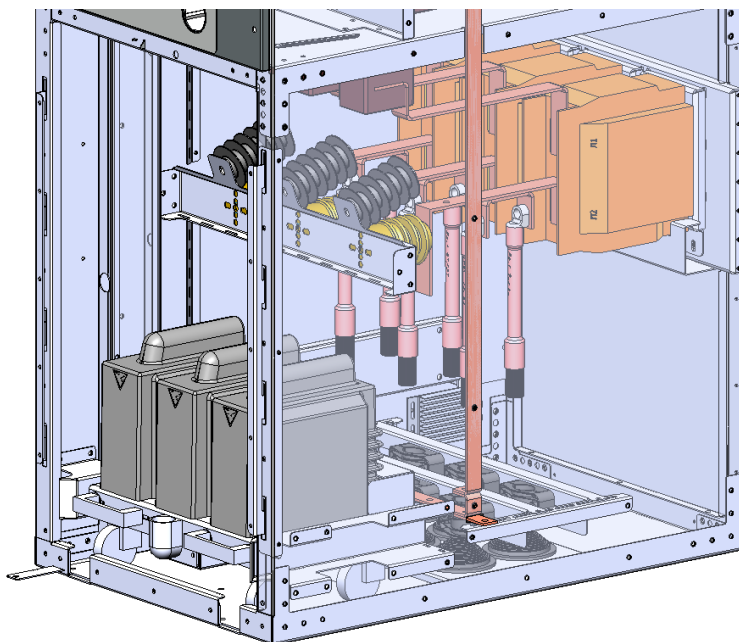

Рисунок 28
5. Отсоединить от ТН шинку соединяющую его с модулем КМТ (рисунок 28).